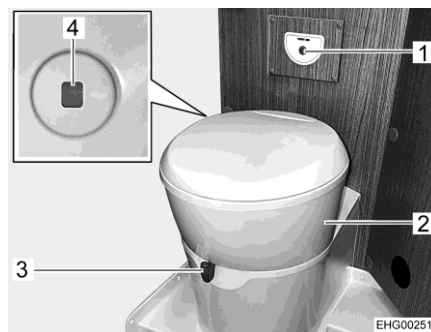

Fig. 104 Toilettes
Il est possible de tourner la cuvette dans la position souhaitée. Saisir pour ce faire le partie supérieur des toilettes (Fig. 104,2) des deux mains et tourner. L'unité de commande avec le bouton de la chasse d'eau (Fig. 104,1) est positionné à proximité de la cuvette.
- Avant d'actionner la chasse d'eau, ouvrir le curseur des toilettes. Pousser pour cela le levier du curseur (Fig. 104,3) dans le sens inverse des aiguilles d'une montre.
- Pour actionner la chasse d'eau, appuyer sur le bouton bleu (Fig. 104,1).
L'indicateur de niveau (Fig. 104,4) passe du vert au rouge quand le réservoir pour matières fécales doit être vidé.